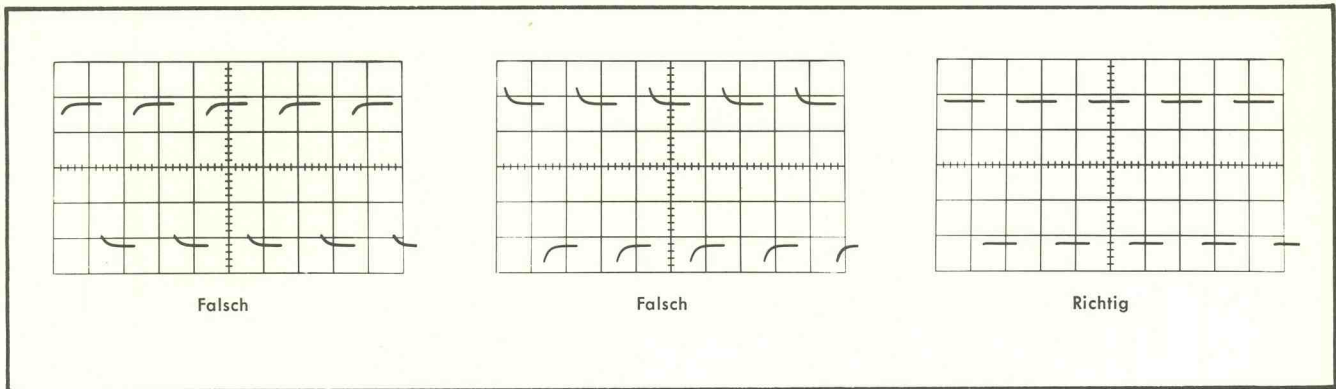

Bild 2-4 Tastkopf-Abgleich-Signale bei Verwendung eines Eichsignals von 1 kHz.
4. Die Tastkopfkompensation wird abgeglichen, um eine beste Wiedergabe des Rechtecksignals, wie es in der Skizze rechts von Bild 2-4 gezeigt wird, zu erhalten.